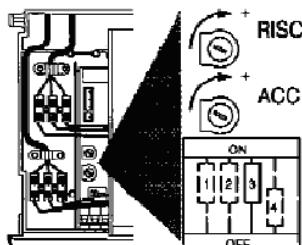

fig. 7.5
Paratarar o acendimento deslocar o micro selector "3" fig. 7.5 na posição OFF e agir no potenciômetro "ACC" com uma chave de fendas apropriada até obter um acendimento correcto (consultar a tab. 7.6). Terminada a operação
- 1 Agir com uma chave de parafuso apropriada no potenciómetro de regulação "RISC" fig. 7.5 Rodando o potenciómetro em sentido antihorário a pressão do gás no queimador diminui.